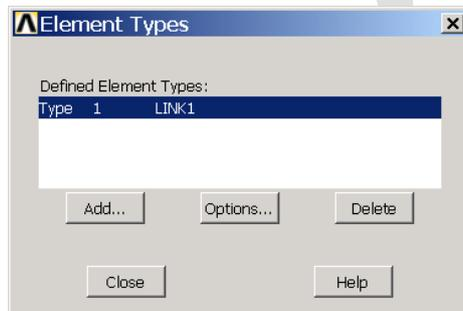

图12.25 定义单元类型
(4) 单击 Main Menu>Preprocessor>Element Type>Add/Edit/Delete 菜单，打开【Element Types】对话框，然后单击【Add...】按钮，添加 LINK1 单元，如图 12.25 所示。